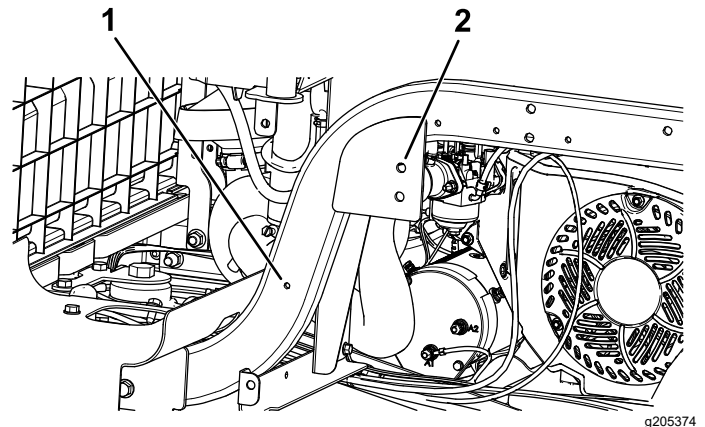

图 20
1. 如 图 20 所示将 ROPS 支架与座椅底座下的 2 个孔和朝向机架轨道前面的孔对齐。
3. 在 ROPS 支架上标记孔的位置 图 20。